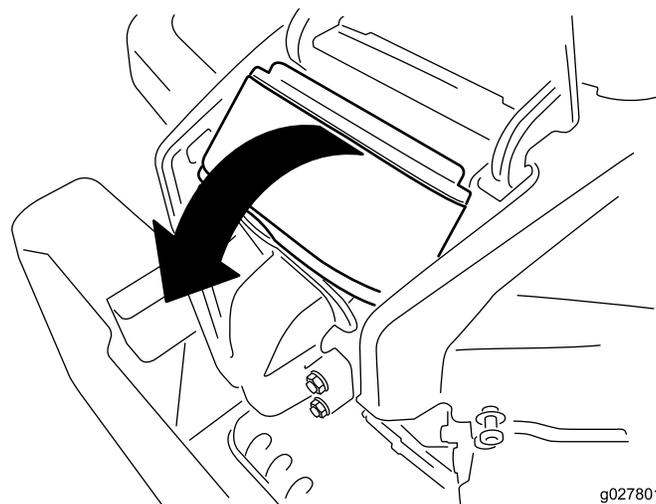

Figura 36
4. Eleve a cobertura e rode o conjunto do filtro de ar para fora do motor (Figura 36).